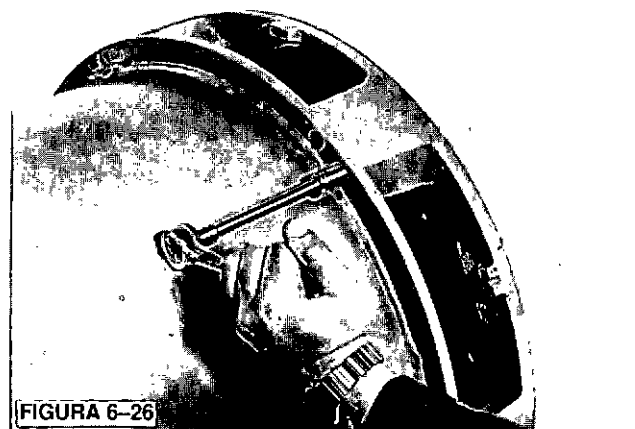

FIGURA 6-26
5. a. En los generadores de un solo cojinete, quite los tornillos de casquete que retienen el adaptador SAE al generador, y quite el adaptador. (Figura 6-26 y 6-27.)